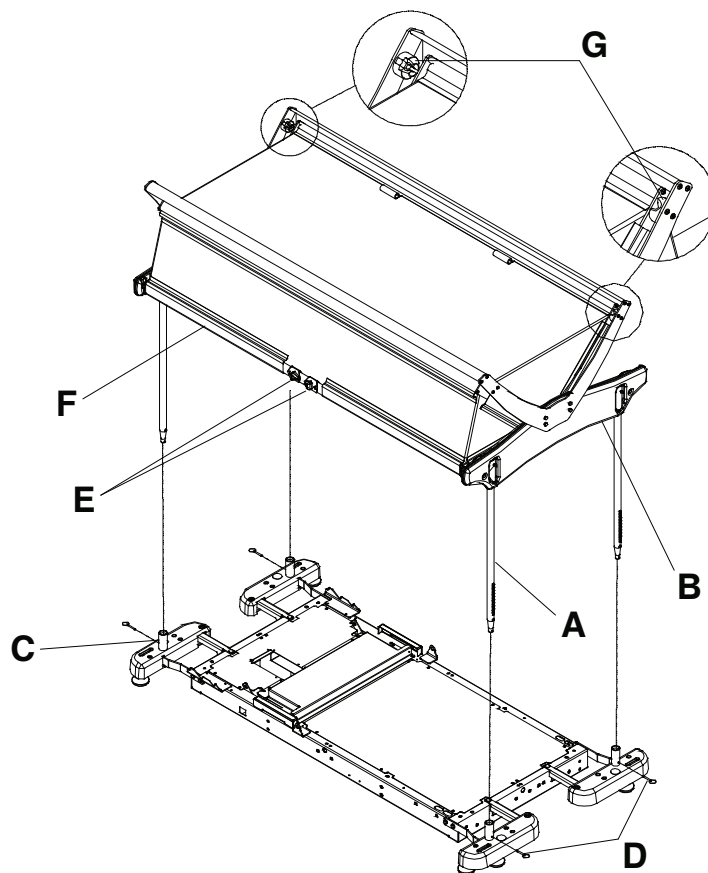

Figura 18 – Cubierta superior protectora con soportes
1. Pulse el pasador de bloqueo situado en la sección superior de cada poste (A). Inserte el poste en la ranura de la estructura de plástico (B) (Figura 18). Repita el proceso con los demás postes.
2. Instale los cuatro postes en los orificios de los soportes de accesorios (C) (Figura 18).
3. Utilizando una llave de combinación de 9/16 in, fije los postes en los orificios de los soportes de accesorios con los cuatro pasadores de enganche (D) (Figura 18).
1. Para abrir parcialmente la cubierta superior protectora, apriete los dos mandos de liberación (E) y levante la barra inferior (F) hasta pasar los puntos de anclaje (G) (Figura 18). Suelte los mandos y baje la barra hasta que esta quede descansando sobre los puntos de anclaje.
2. Para abrir por completo la cubierta superior protectora, apriete los dos mandos de liberación (E) y levante la barra inferior (F) hasta la altura máxima y suelte los mandos (Figura 18).
3. Para cerrar una cubierta superior protectora parcialmente abierta, levante la barra inferior (F) de los puntos de anclaje (G) y apriete los dos mandos de liberación (E) mientras baja la barra hasta la posición cerrada (Figura 18). Suelte los mandos.
4. Para cerrar una cubierta superior protectora abierta por completo, apriete los dos mandos de liberación (E) y baje la barra inferior (F) hasta la posición cerrada (Figura 18). Suelte los mandos.